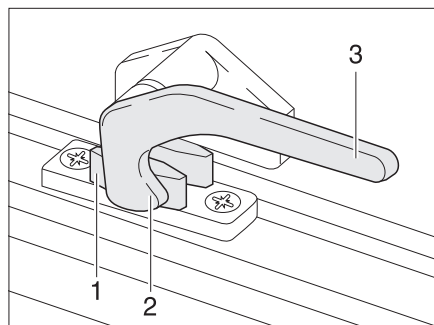

Fig. 35 Levier de verrouillage en position "Fermé"
- Tourner le levier de verrouillage (Fig. 35,3) d'un quart de tour vers le centre de la fenêtre.
- Tourner le levier de verrouillage (Fig. 35,3) d'un quart de tour vers le cadre de la fenêtre. Le tenon de verrouillage (Fig. 35,2) se trouve sur le côté intérieur du verrouillage de fenêtre (Fig. 35,1).
- En position "Fermé" (Fig. 35)